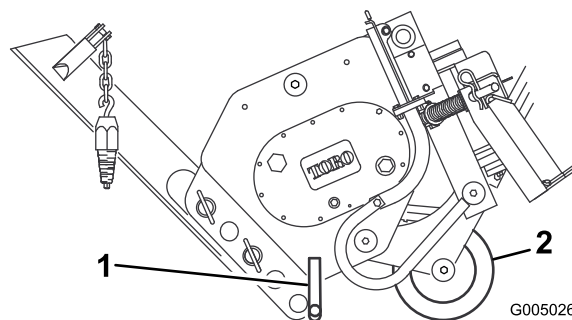

Figura 8
3. Ruotate la lama verso l'alto e fissatela in posizione come nella (Figura 8).
4. Inclinate l'interratore in avanti e abbassatelo verso terra oppure verso il pavimento del rimorchio, in modo che il peso dell'interratore sia sostenuto dal supporto e dal vomere (Figura 8).